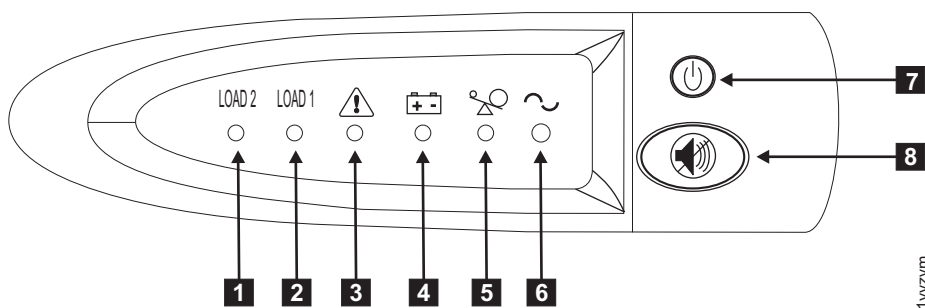

図 17. 2145 UPS-1U のフロント・パネル・アセンブリー
8. オン/オフ・ボタン (図 17の 7) を約 5 秒間押したままにします。オン/オフ・ボタンを押すのに、先が尖った道具 (ねじ回しなど) を使用する必要があります。2145 UPS-1Uが自己診断テストを行う間、フロント・パネル・インディケータは始動シーケンスを循環します。